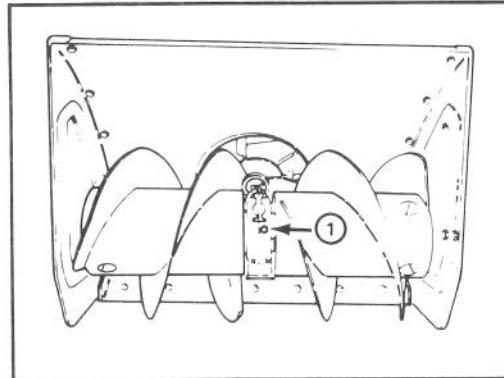

Abbildung 23
### RÄUMGETRIEBEGEHÄUSE (Abb. 23)
3. Rohrverschluß von Getriebegehäuse entfernen (Abb. 23).